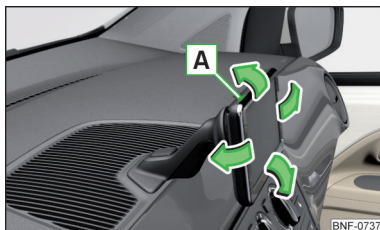

Fig. 86
Du kan nemt **indstille** hældningen til den ønskede position ved at bevæge systemet i pilenes retning » Fig. 86 » .
- For at **kalde betjeningsvejledningen frem** skal du tilslutte systemet ved at trykke på knappen **A** » Fig. 86.